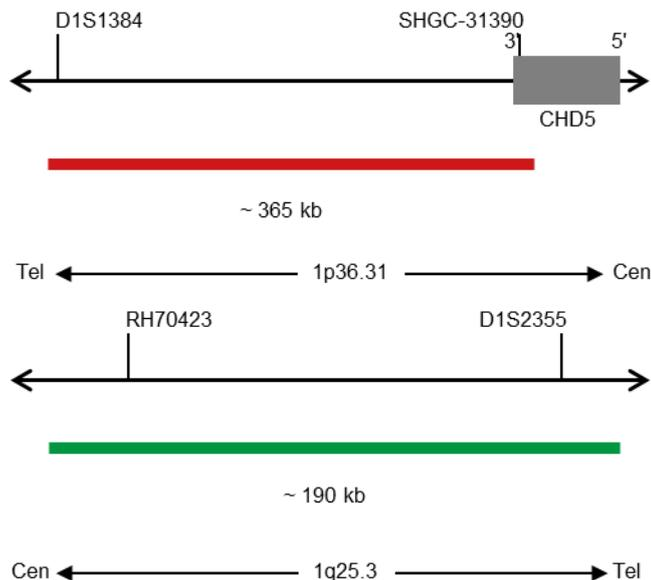

Abb. 1: Oben: SPEC 1p36 Sondenlokalisierung; Unten: SPEC 1q25 Sondenlokalisierung (nicht maßstabsgetreu)
- Digoxigenin-markierten Polynukleotiden (~1.7 ng/μl), die gegen Sequenzen in 1q25.3* (chr1:184,562,510-184,752,938) gerichtet sind (siehe Abb. 1).
- Dinitrophenyl-markierten Polynukleotiden (~1.7 ng/μl), die gegen Sequenzen in 1p36.31* (chr1:5,808,946-6,176,336) gerichtet sind (siehe Abb. 1).